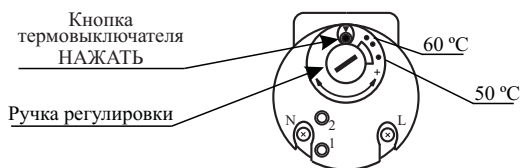

Рисунок 1 - Лицевая панель терморегулятора со встроенным термовыключателем без самовозврата для моделей 4W20Vs, 4W30Vs, 4W40Vs, 4W50Vs.
- в ЭВН моделей **4W20Vs, 4W30Vs, 4W40Vs, 4W50Vs** отключить ЭВН от электросети, снять защитную пластмассовую крышку и повернуть ручку регулировки (поворотом против часовой стрелки температуру увеличивают, по часовой стрелке - уменьшают, см. рисунок 1);